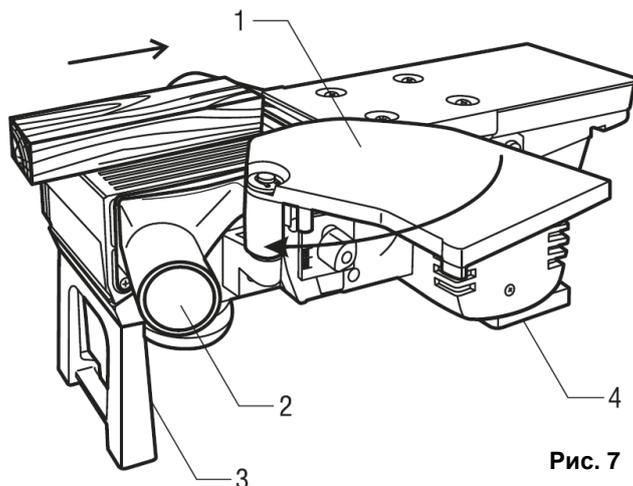

Рис. 7
- Для установки рубанка в стационарное положение на рабочем верстаке, к корпусу рубанка необходимо прикрутить опорную ножку (3) и патрубок отвода стружки (2) (См. Рис.7).